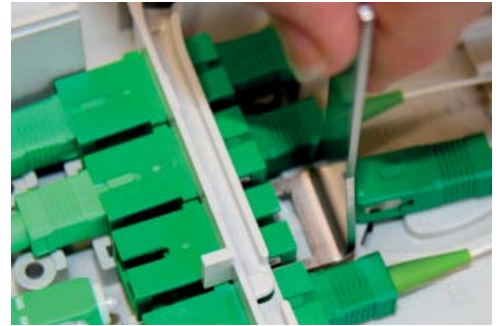

Abb. 31 Kupplungsentriegler (nicht im Lieferumfang)
- Entnehmen der Kupplung (**Abb. 31**) nach unten